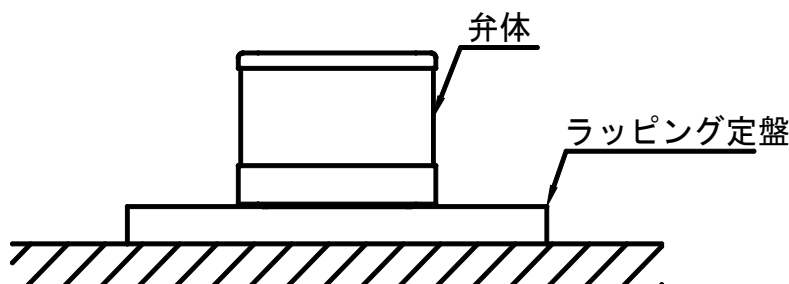

図9 弁体摺り合せ
- (1) 水平にしたテーブル上にラッピング定盤を固定する。
- (2) コンパウンド#600(ラッピングオイルでよく練られたもの)をラッピング定盤に薄く均一に、塗布し、図9のようにラッピング定盤上に弁体を置き軽く押えて摺り合せを行う。